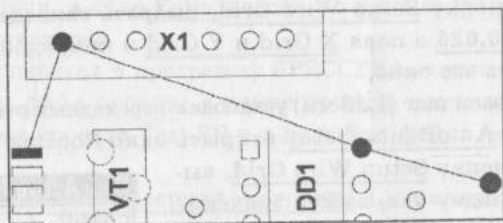

Рис. 2.17. Полный обзор контактов цепи
- после Select>Nets>ByList>+5V>Fit Selection — вписать цепь в экран (рис. 2.17);